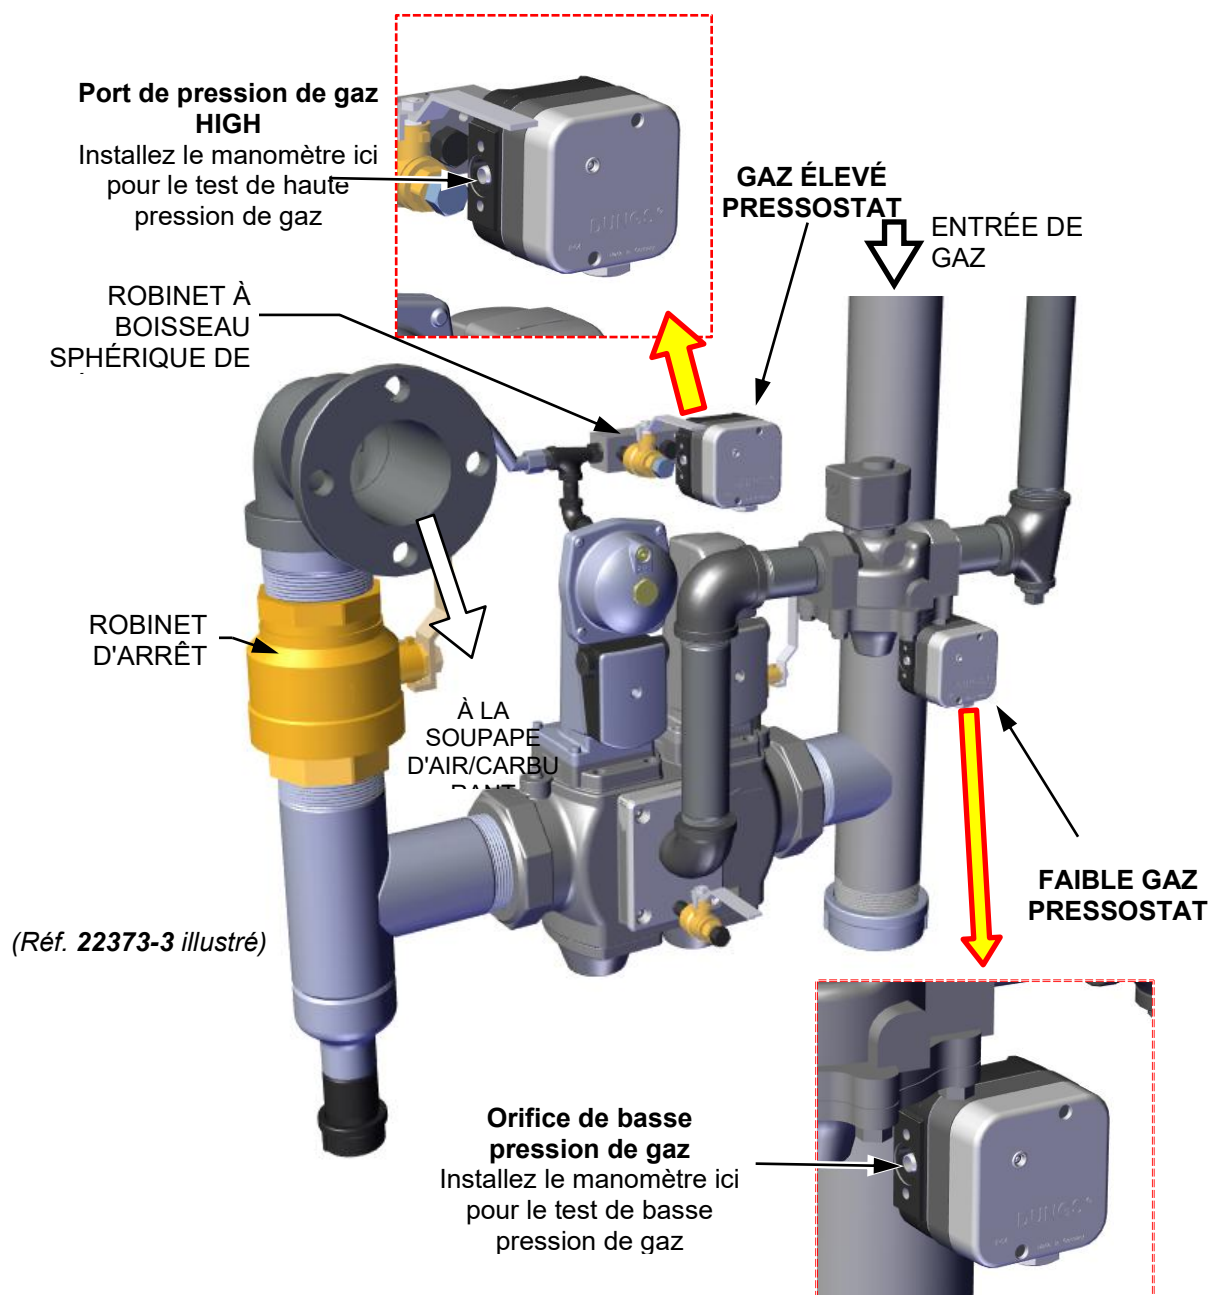

Figure 5-4b : Composants d'essai de haute pression de gaz BMK4000/5000N
17. Pour les trains à gaz bicarburant, répéter cette procédure sur le **train de gaz propane**, en commençant par ouvrir l'orifice du **pressostat au gaz propane, comme le montre la figure 5-4b**.